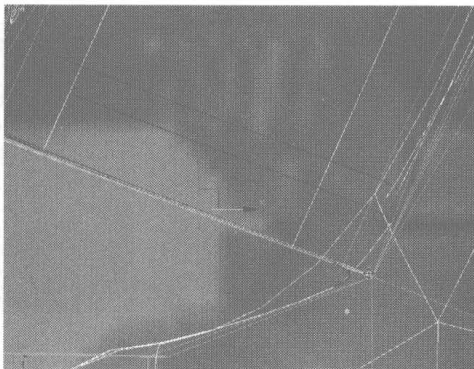
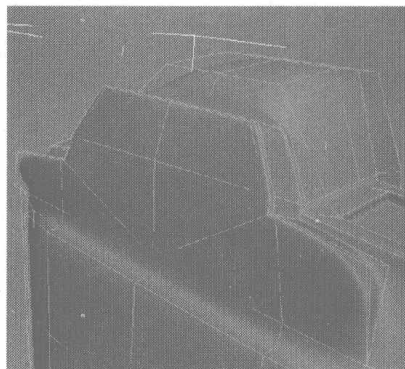

图 6.162
图 6.163
- 07** 切换为边线编辑, 在 Left 视图中框选如图 6.162 所示的边线, 在 Edit Geometry 卷展栏中单击 **Collapse** 按钮, 将其塌陷, 效果如图 6.163 所示。